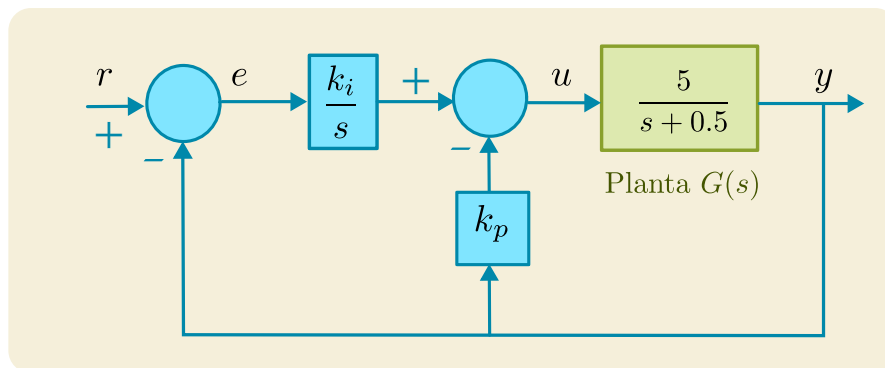

Figura 1: Control PI para la planta $\frac{5}{s+0.5}$
Y usaremos un control PI de dos grados de libertad, como se muestra en la figura 1.
2. Dibuje correctamente el diagrama de computación analógica con bloques del THAT que implementa el diagrama de la figura 1. Tenga en cuenta las inversiones de signo que producen los sumadores e integradores. Use el mínimo número de bloques.